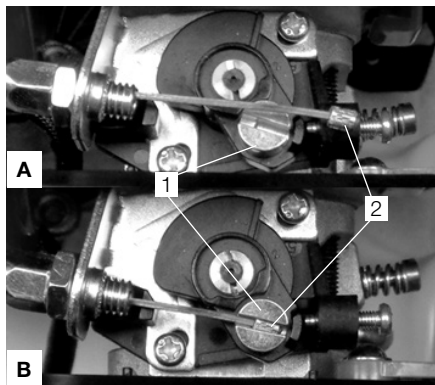

Рис. 5 Установка троса газа
7. Полностью проденьте трос газа через регулировочный винт до тех пор, пока оболочка троса газа не упрётся в регулировочный винт (Рис. 5А).
8. Пальцами проверните кронштейн оси дроссельной заслонки по часовой стрелке (смотреть сверху) и введите наконечник троса газа в прорезь в бобышке. Отпустите кронштейн оси дроссельной заслонки, наконечник троса газа должен остаться в бобышке (Рис. 5В).